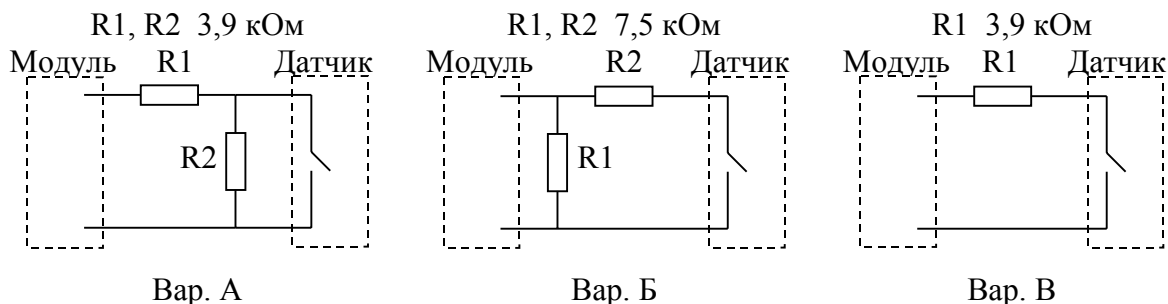
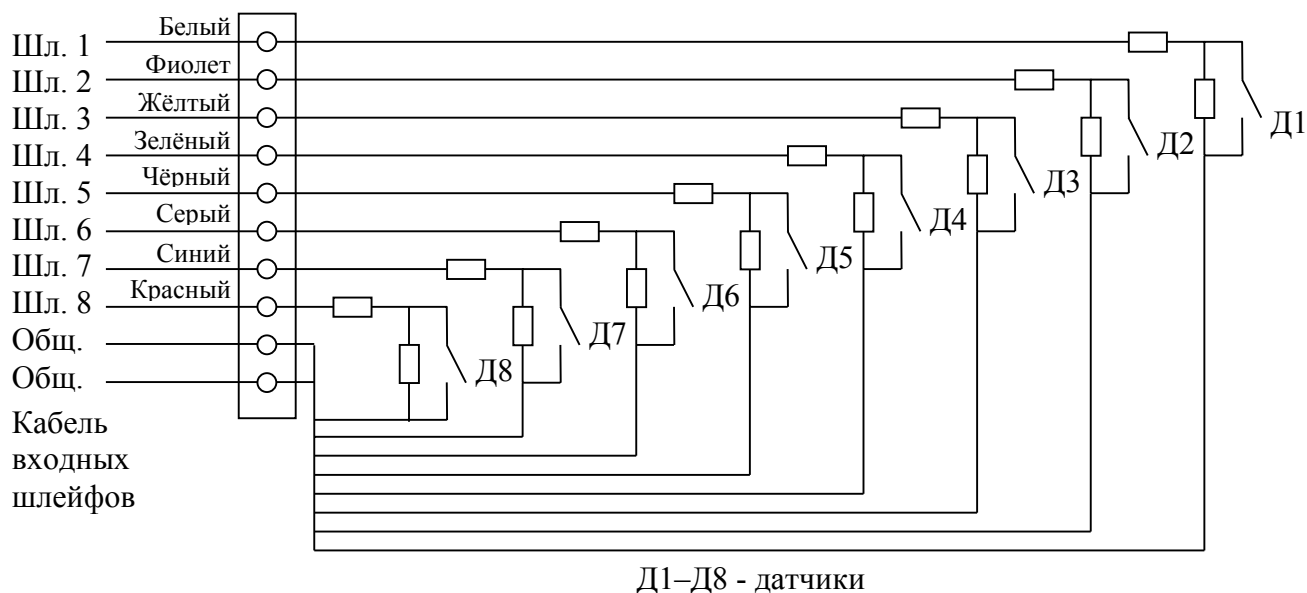

Рис. 8.4. Различные варианты подключения шлейфа к модулю интерфейсному.
Рис. 8.5. Организация подключения шлейфов к модулю интерфейсному.
8.4.1. Электрические схемы организации охранного шлейфа приведены на рис. 8.4. Вариант А позволяет определять четыре состояния шлейфа при величине контрольных резисторов 3,9 кОм. Вариант Б позволяет определять четыре состояния шлейфа при величине контрольных резисторов 7,5 кОм. Вариант В позволяет определять только три состояния шлейфа при величине контрольного резистора 3,9 кОм. Вариант В используется также для незадействованных в работе шлейфов (резистор подключается непосредственно к входу модуля и удерживает соответствующий шлейф в нормальном состоянии).
посредством кабеля шлейфов и коммутационной колодки показано на рис. 8.5. На этом рисунке шлейфы организованы по варианту А рис. 8.4, но эта схема подключения одинаково подходит и для остальных вариантов.
8.4.3. При организации практического подключения на объекте следует помнить, что на приведённой схеме подключения (рис. 8.5) общий провод показан условно. Каждый шлейф должен прокладываться двумя проводами (можно витыми), а общий провод организуется максимально коротким непосредственно в коммутационной коробке путём параллельного соединения нескольких клемм. Не допускается прокладка к территориально близким исполнительным контактам датчиков, подключаемых к разным шлейфам, одного общего проводника (невыполнение этого требования может привести к выходу из строя модуля интерфейсного во время грозы).